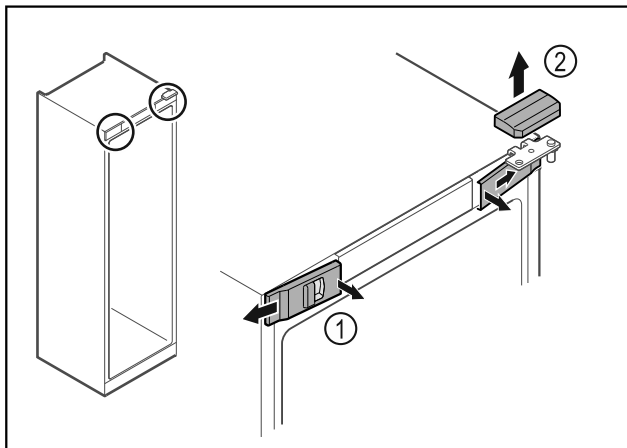

Fig. 15
- Voorste afdekking Fig. 15 (1) binnen ontgrendelen en naar de zijkant toe verwijderen.
- Bovenste afdekking Fig. 15 (2) naar boven toe verwijderen.